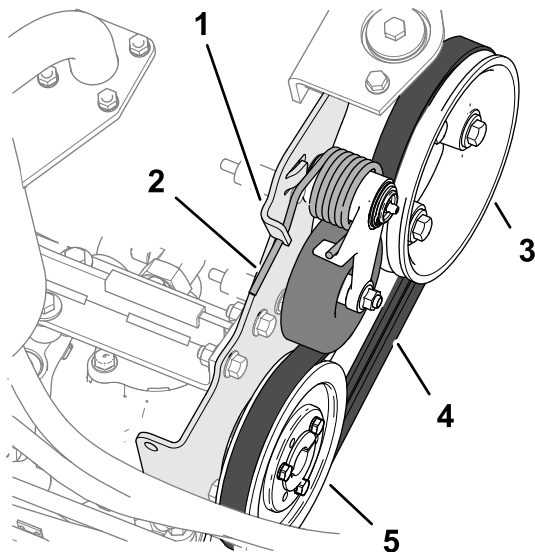

Bild 85
2. Drücken Sie das Ende der Riemenspannfeder nach unten und aus der Kerbe in der Lasche der Pumpenhalterung heraus, und schieben Sie das Federende nach vorne (Bild 85).